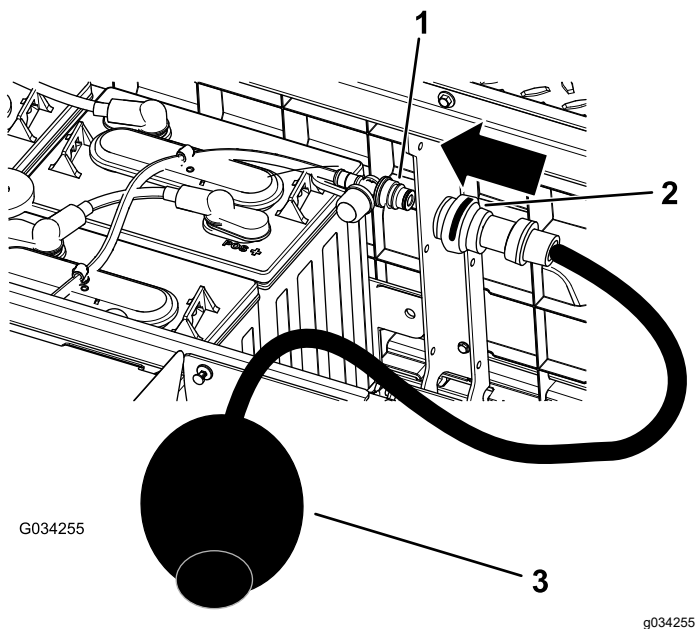

Рисунок 38
4. Подсоедините ручной водяной насос Toro к отверстию для заливки воды (Рисунок 38).